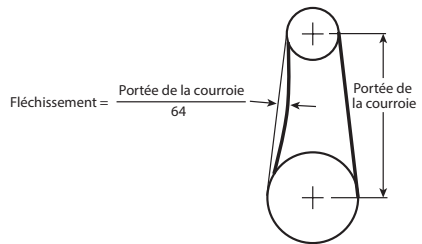

Figure 9
- c. Modèles 5DVN1, 5DVN2, 5DVN3, 5DVN4, 5DVN5 : La tension de la courroie doit être ajustée de façon à permettre un fléchissement de 0,15 mm par centimètre de portée lorsqu'une pression modérée du pouce est exercée sur la courroie. Voir la Figure 9.